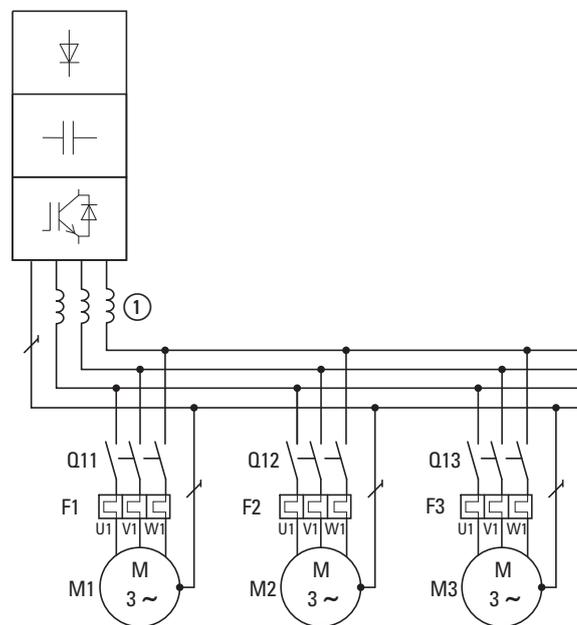

Abbildung 11: Parallelschalten mehrerer Motoren an einem Frequenzumrichter
Stromverzerrung zu verkleinern, sollten Sie Motordrosseln (siehe ① in Abbildung 11) im Ausgang des Frequenzumrichters einsetzen (→ Abschnitt „8.11 Motordrosseln“, Seite 249).